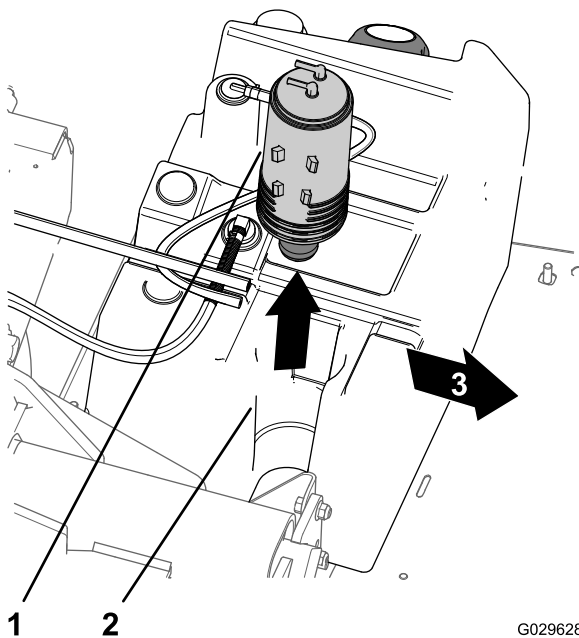

Figura 44
3. Sollevate il canister a carboni attivi dal relativo supporto nel serbatoio del carburante (Figura 44).
7. Inserite il nuovo canister a carboni attivi nel relativo supporto del serbatoio del carburante, con i raccordi di spurgo e del serbatoio del carburante allineati verso la parte posteriore (Figura 44).